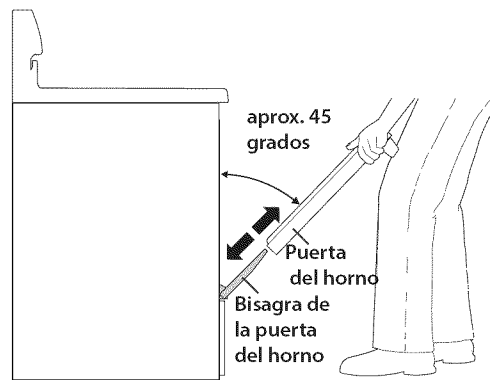

Figura 18: Desinstalación de la puerta del horno
5. Sujete firmemente la puerta en ambos lados y deslícela hacia arriba para sacarla de las bisagras en el mismo ángulo (Figura 18).
2. Sujete la puerta por los lados cerca de la parte superior a la vez que hace descansar la parte delantera inferior de la puerta sobre su rodilla. Inserte las ranuras de la parte inferior de la puerta sobre las bisagras de la puerta. (Figura 18).